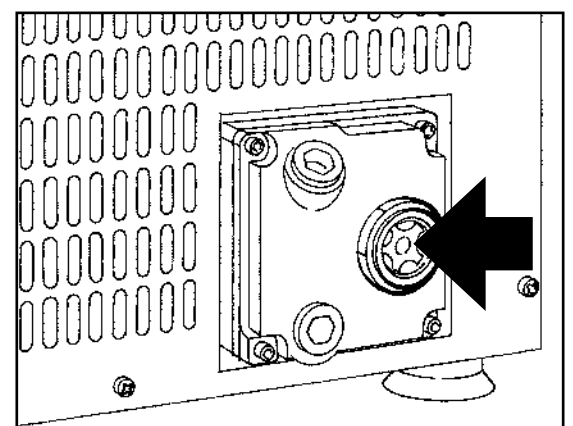

Fig. 2
- Contrôler le niveau de l'huile de pompe indiqué sur le voyant de la pompe (**Fig. 2**).